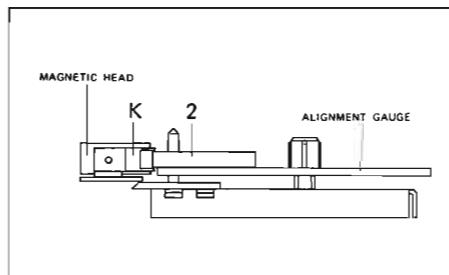

Fig. 3.8
- Die Höhe der Magnettonköpfe ist mit Schraube [J] so einzustellen, dass bei eingelegter Lehre Schieber [2], ohne seitlich zu streifen durch die Bandführung [K] (rechts des Wiedergabekopfes) geschoben werden kann (Fig. 3.8).
- Die Kopfbühne ist mit Schraube [J] (Fig. 3.8) so einzustellen, dass der Wiedergabekopf auf Spalthöhe rechtwinklig zu der Kopfrägerlehre steht. (Dies kann mit Schieber [2] kontrolliert werden. Wenn die angefräste Seite gegen den Wiedergabekopf zeigt, muss der Luftspalt zwischen Kopf und Schieber parallel verlaufen.)
- With the gauge inserted, the azimuth of the soundheads is to be adjusted with screw [J] in such a manner that slide [2] can be pushed through the tape guide [K] (to the right of the reproduce head) without touching the sides (Fig. 3.8).
- Ajustez la hauteur des têtes magnétiques de façon à ce que le curseur [2] du gabarit puisse passer à travers le guide de bande [K] (à droite de la tête de lecture) sans frotter sur le côté (fig. 3.8).